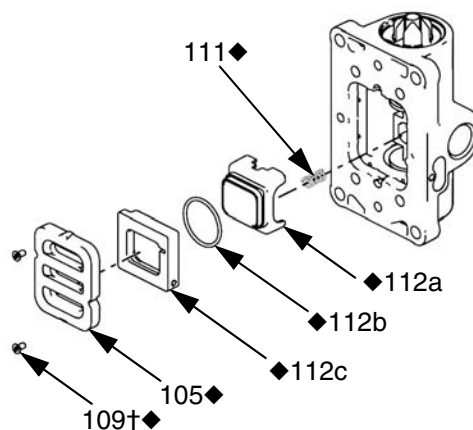

FIG. 3 : Démontage de la plaque d'air
2. Consultez la FIG. 3. Utilisez une clé hexagonale de 2 mm ou 5/64 pour retirer les deux vis (109†♦). Retirez la plaque de vanne (105♦).